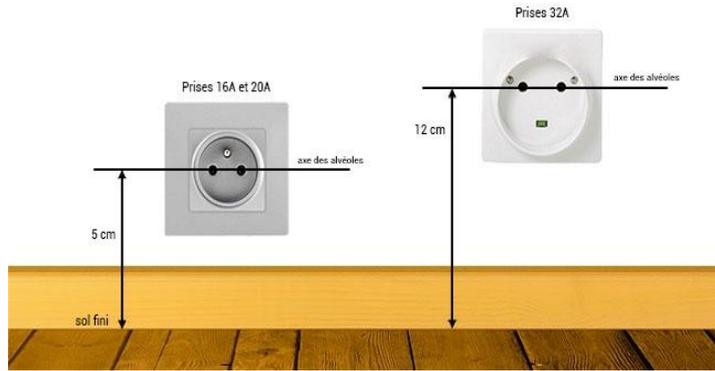

Fig.4 : Réglementation installation des prises de courant
- De manière générale, les **prises** doivent être installées (fig.4):